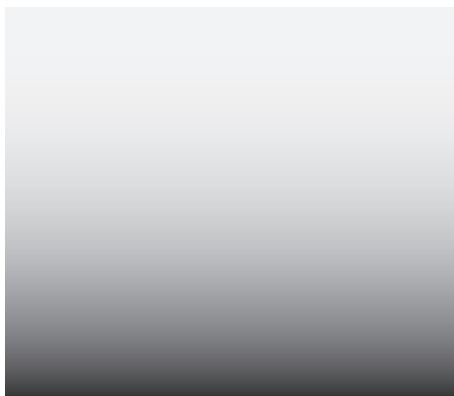

Figura 14
- 1a. Empiece rociando la parte inferior de una zona cubierta y gradualmente descolore hacia el blanco de la parte superior. Ver la figura 14. No descolore con brusquedad.